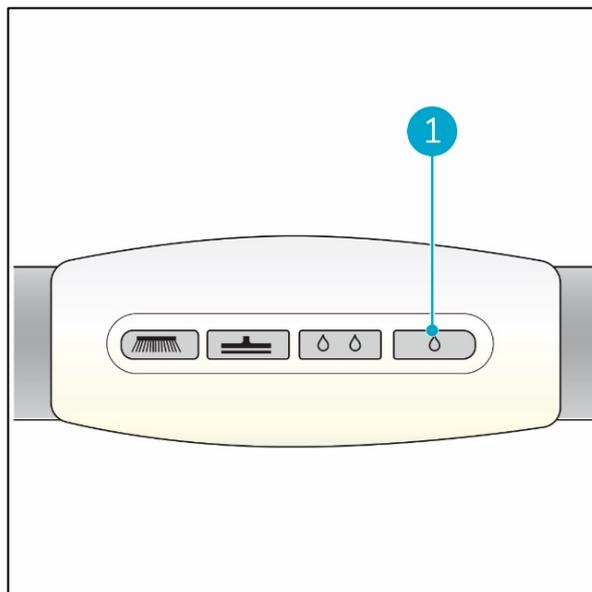

Figure 19
1. Pour activer le mode ECO, appuyez sur le bouton ECO (Figure 19, pos 1).